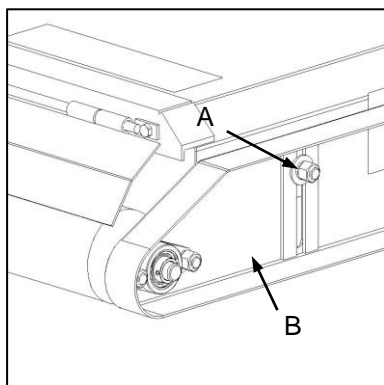
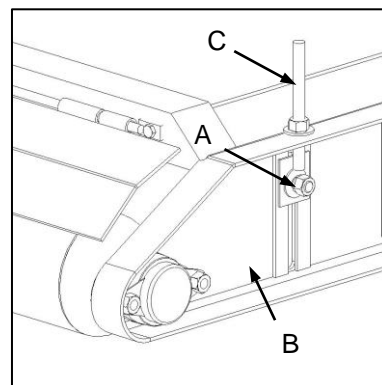

Fig. 3
Fig. 4
- ✔ To set the working height of the implement, loosen the side panel retaining nuts (Fig. 3-A / 4-A) and adjust the position of the side panel (Fig. 3-B / 4-B) as required. The larger and heavier F50 models are provided with a leadscrew-type adjuster (Fig. 4-C).
- ✔ Om die implement se werkshoogte te stel, maak die sypaneel se keermoere los (Fig. 3-A / 4-A) en verstel die posisie van die sypaneel (Fig. 3-B / 4-B) soos benodig. Die groter en swaarder F50-modelle is van 'n leiskroef-tipe versteller voorsien.